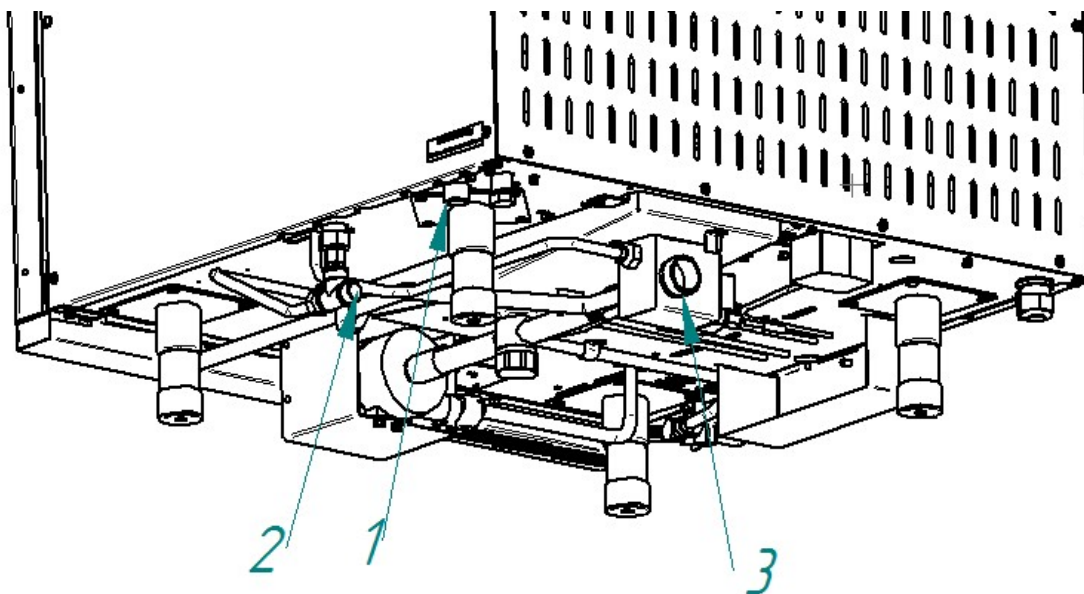

Рис. 4. Подключение к системе водоснабжения
• G3/4 (см. рис.4 поз.1 (наружная резьба)) – парогенератор. Подключать через водоумягчительную установку (водородно-ионного обмена). Рекомендуется использовать BRITA PURITY C300 Quell ST.
• G1/2" (см. рис.4 поз.2 (наружная резьба)) – душевое устройство и охлаждение коллектора. Допускается подключать к неподготовленной воде.
- подключить пароконвектомат к системе канализации (см. рис. 16) соединением с резьбой G1¼ (рис.4 поз.3). Для подключения в комплект поставки входит труба гибкая K215. Подключение к канализации выполнить с разрывом струи не менее 20мм от верха приемной воронки (СНиП 2.04. 01-85 п. 17.11).